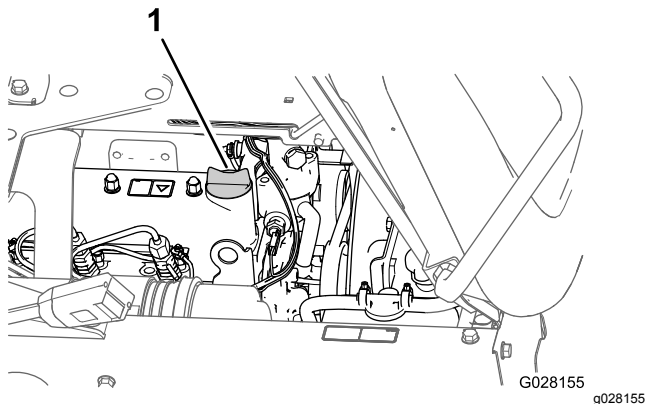

Figura 73
vierta lentamente aproximadamente el 80% de la cantidad especificada de aceite por el cuello de llenado (Figura 73).
8. Instale el tapón de llenado de aceite en el cuello de llenado (Figura 73).